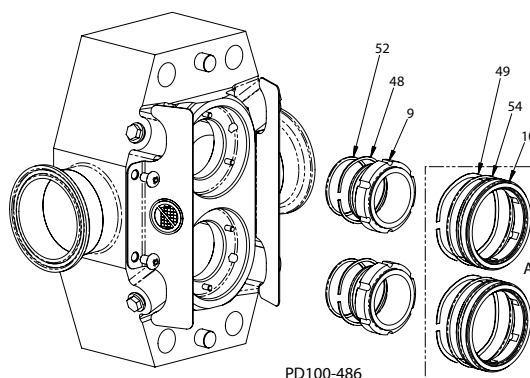

Abb. 35 - Dichtungen entfernen
3. Entfernen Sie die innere Dichtung (Abb. 35, Einzelheit 9) und den Wellenfederring (Pos. 48). Entfernen Sie den O-Ring (Pos. 52) von der inneren Dichtung. Inspizieren und ersetzen Sie ihn ggfls.
4. An Pumpen mit doppelten mechanischen Dichtungen (Abb. 35, Einsatz A) entfernen Sie die äußere Dichtung (Pos 10) und den Wellenfederring (Pos. 49). Entfernen Sie den O-Ring (Pos. 54) von der äußeren Dichtung. Inspizieren Wie erforderlich ersetzen.